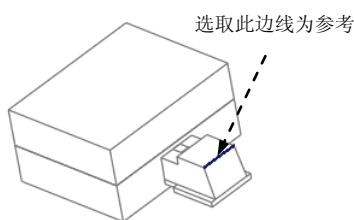

图 27.49 选取参考
Step4. 在系统弹出的“创建选项”对话框中选中 \odot 创建特征单选项，然后单击**确定**按钮。系统弹出“模具特征”菜单。单击**模具**功能选项卡**形状**▼区域中的 \odot 旋转按钮，此时系统弹出“旋转”操控板；在出现的操控板中，确认“实体”类型按钮 \square 被按下；创建基准点PNT0，该基准点在下步将被作为创建基准平面的参考点。单击**模具**功能选项卡**基准**▼区域中的“创建基准点”按钮 \square ，系统弹出“基准点”对话框，选取图 27.49 所示的边线为参考边，然后输入偏移值 0.5，单击“基准点”对话框中的**确定**按钮；创建基准平面DTM1，